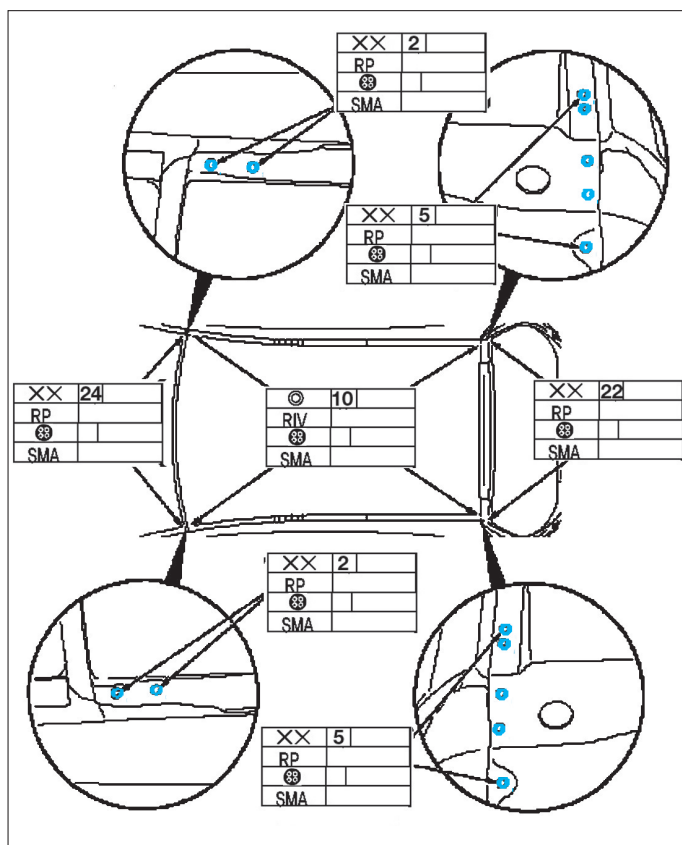

FIG. 157
- Ajuster le pavillon, riveter et souder par point (fig. 157).